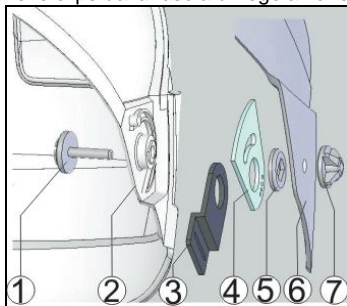

Fig.1
- 1) Posizionare il supporto del sistema (Fig.1 p.to 3), di ritenzione nelle apposite sedi ricavate nella calotta (Fig.1 p.to 2).
- 2) Inserire la visiera (Fig.1 punto 4).
- 3) Inserire la rondella fermo visiera (Fig. 1 p.to 5).
- 4) Posizionare il frontalino (Fig.1 p.to 6).
- 5) Stringere leggermente le viti M/F (Fig. 1 p.ti 1 e 7).